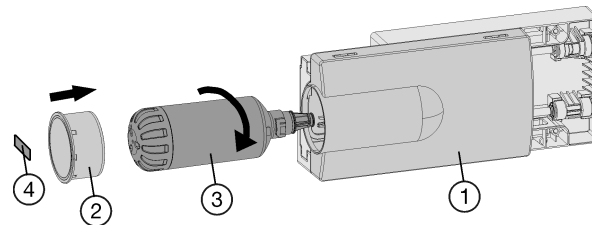

Fig. 8
- ▶ Coloque el filtro de agua Fig. 8 (3) y gírelo unos 100° hacia la derecha hasta que haga tope.
- ▶ Introduzca el cajón Fig. 8 (1).
- ▶ Coloque la tapa del filtro Fig. 8 (2).
- ▶ Anote la fecha de la próxima sustitución en la etiqueta adhesiva Fig. 8 (4) suministrada y pegue dicha etiqueta en el módulo.